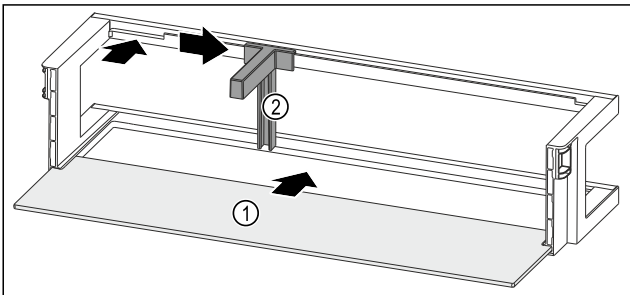

Fig. 184 Balconcino controporta con ripiano
- Inserire il ripiano Fig. 184 (1) negli incavi laterali.
- Inserire il fermabottiglie Fig. 184 (2) nell'incavo.
- Fare scorrere il fermabottiglie Fig. 184 (2) lateralmente alla posizione desiderata.